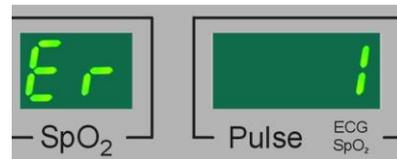

Bild 12: Gerätefehler
- Er 1:** (siehe Bild 12) Die Geräteeinstellungen sind fehlerhaft. Es werden automatisch die Werkseinstellungen geladen. Schalten Sie das Gerät dazu aus und wieder ein. Die interne Geräteüberwachung ist nur noch bedingt funktionsfähig. Der Monitor muss daher so schnell wie möglich zur Reparatur eingeschickt werden.